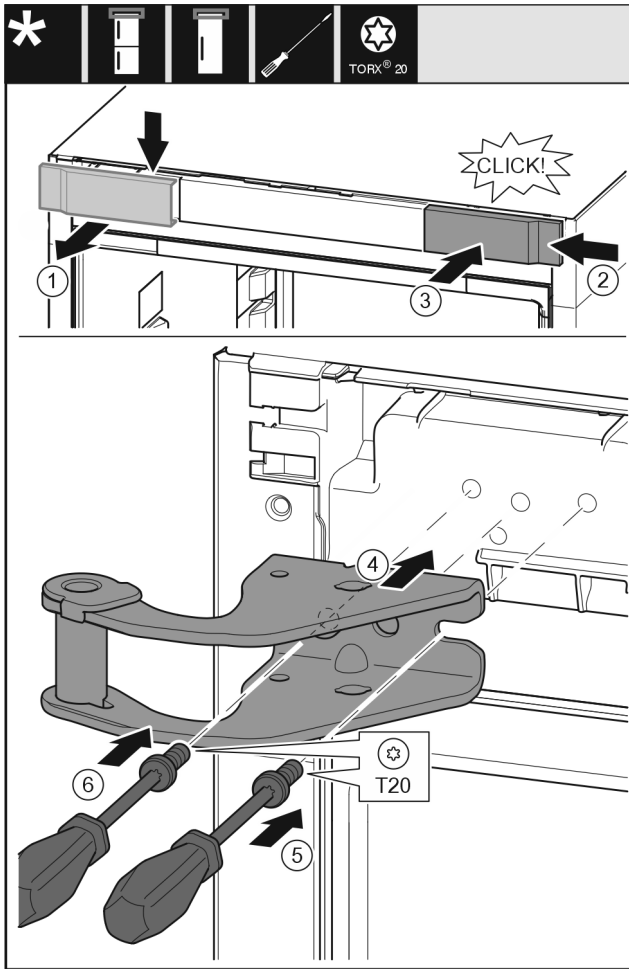

Fig. 13
- Abdeckung von oben nach vorne abnehmen. Fig. 13 (1)
- Abdeckung um 180° gedreht auf der anderen Seite von rechts einhängen. Fig. 13 (2)
- Abdeckung einrasten. Fig. 13 (3)
- Oberen Lagerbock ansetzen. Fig. 13 (4)
- Schraube mit Schraubendreher T20 ansetzen und festdrehen. Fig. 13 (5)
- Schraube mit Schraubendreher T20 einsetzen und festdrehen. Fig. 13 (6)